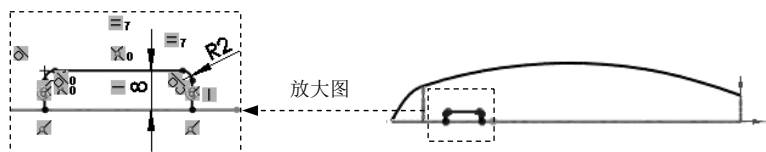

图 6.15.19 草图 9
Step16. 创建如图 6.15.19 所示的草图 9。选取基准面 3 作为草图基准面, 绘制如图 6.15.19 所示的草图 9。